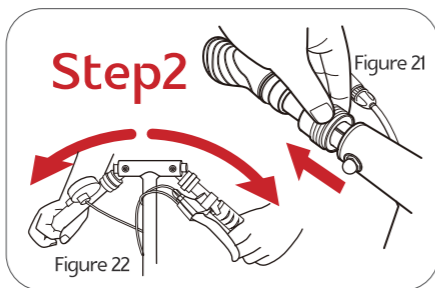

Figure 21
- 퀵 릴리즈 클램프를 풀어주시고 T-바를 최대한 아래쪽으로 쪽 내려주세요. <Figure 21> 슬라이딩 슬리브를 떼어주세요. <Figure 22> 핸들바를 아래로 접어주세요.
- <Figure 21> 익스텐드를 접어주세요.